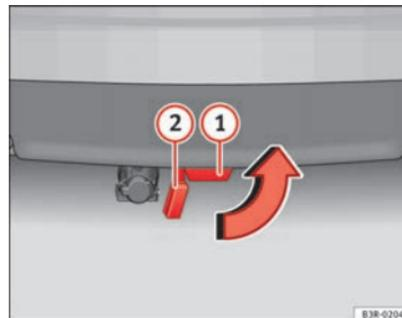

Fig. 164 Parachoques trasero: colocar el tapón
- Extraiga la rótula del tubo de enclavamiento tirando de ella hacia abajo ① ⇒ fig. 164. Al hacerlo, la chapaleta de cierre que hay en el tubo de enclavamiento ② lo cerrará automáticamente.